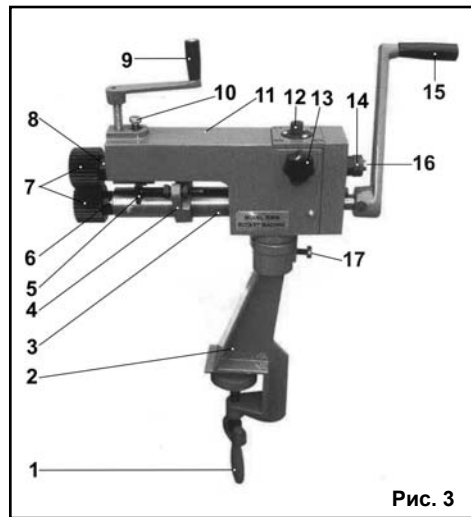

Рис. 3
## 6. УСТРОЙСТВО (Рис.3)
- 7.2. Зафиксируйте болт стопорный (17) (Рис.3).
- 7.3. Установите рукоятку приводную (15) на хвостовик ведущего вала машины (6) и зафиксируйте ее винтом на рукоятке (15) (Рис.3).
- 7.4. Установить рукоятку регулировочную (9) на кромкогибочную машину (Рис.3).
## 8.2. Регулировка положения верхнего ролика (Рис.3).
## 8.3. Регулировка горизонтального положения верхнего ролика (Рис.3).
## 8.4. Регулировка стопоров ширины кромки (Рис.3).
- стопорным болтом (17) (Рис.3).
- 10.2. Смажьте ведущий вал (6) через масленки установленные на кожухе (3), жидким маслом (Рис.3).